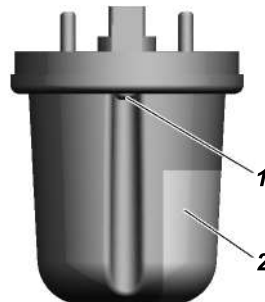

Рис. 9.32. Боковой указатель поворота:
**Боковые указатели поворота** установлены сбоку на передних крыльях. Для замены лампы указателя поворота отверните винты 1 (рис. 9.32), снимите корпус указателя поворота 2 и замените лампу.